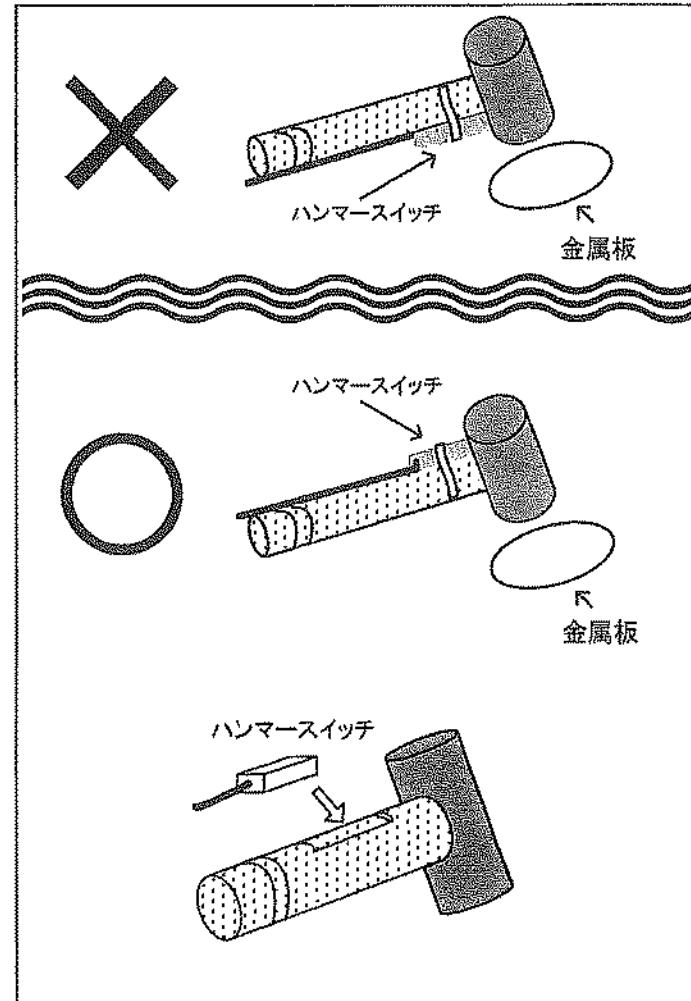

図5 ハンマースイッチ
- 2) トリガ接続コネクタ (TRIGGER) にハンマースイッチを接続します。ハンマースイッチは、かけやあるいは、片手ハンマの柄（頭部に近い方）の平らな面に取り付けてください（図 5 参照）。ハンマースイッチの取り付け方法はハンマースイッチのモールド部分（白い樹脂面）がハンマの柄に接する様にしてビニールテープ等でしっかりと固定してください。